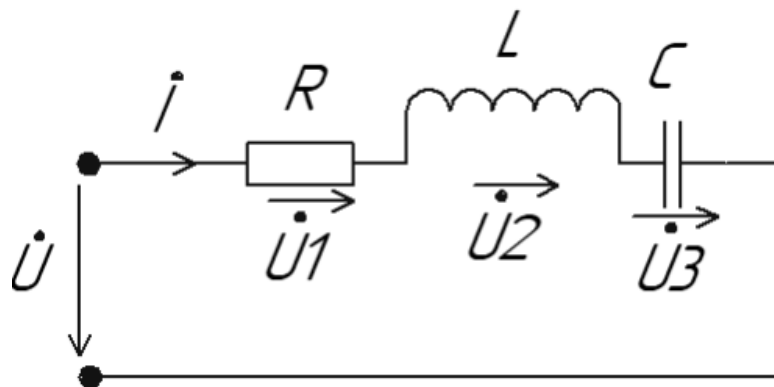

Рисунок 3
6. Определите полную мощность цепи (рис. 3) зная, что: Цепь питается от источника синусоидального тока с частотой 200 Гц и напряжением 120 В. При этом: $R = 4$ Ом, $L = 6,37$ мГн, $C = 159$ мкФ.